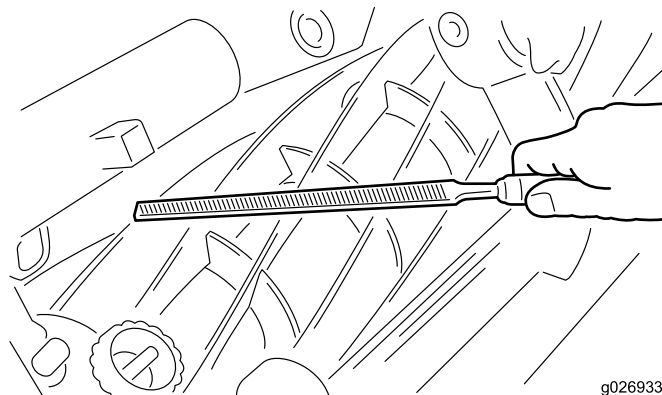

Figure 11
4. **Choc avec un corps étranger** – Les tranchants de la contre-lame et du cylindre peuvent être endommagés en cas de choc avec un corps étranger. Si le dommage est léger, il peut être réparé sur place. Commencez par limer les saillies sur la contre-lame et le cylindre (Figure 11). À l'aide d'un marteau à panne ronde, redressez